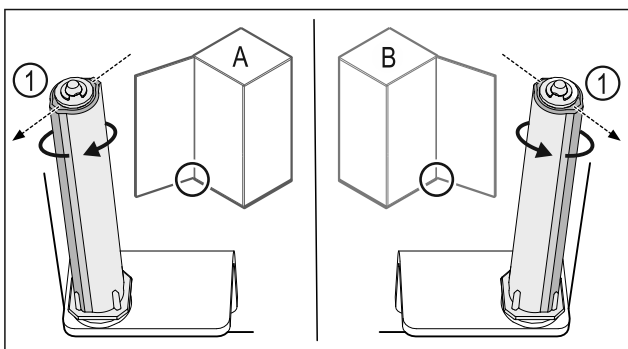

Fig. 44 Vasakpiiraja (A) / parempiiraja (B)
- ▶ Keerake sulgemissüsteemi vastu takistust, kuni sulgemissüsteemi vahetugi Fig. 44 (1) on suunatud väljapoole.